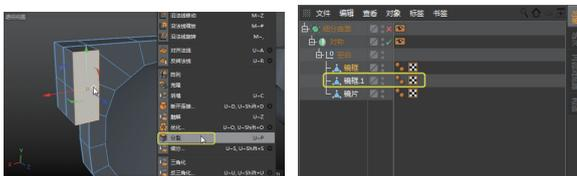

图 5-86
**01** 选取眼镜桩头部分的两个多边形，右击并执行快捷菜单中的“分裂”命令，创建一个多边形副本对象，如图 5-86 所示。